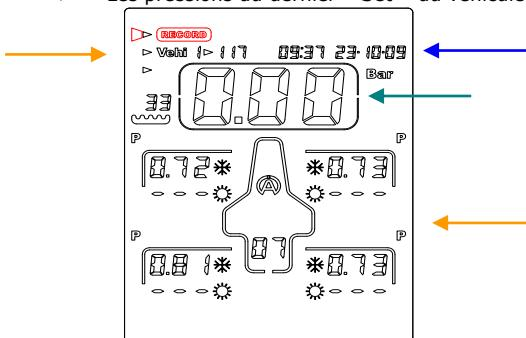

Figure 1
- 1) A l'aide des boutons ⏪ ⏩, sélectionnez l'icône « **RECORD** », (figure 1)